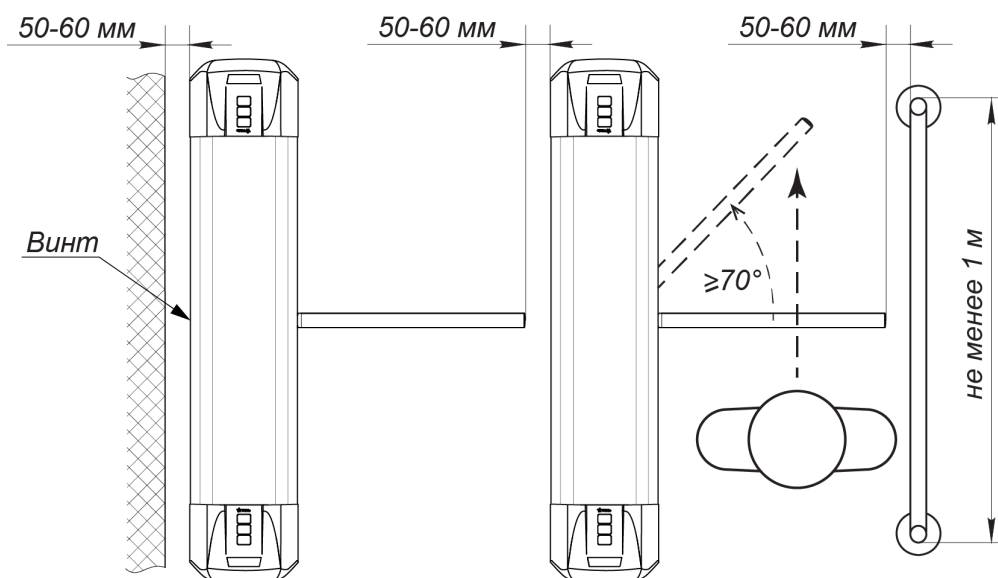

Рисунок 11. Рекомендации по организации зоны прохода
2. Ключом шестигранным SW2,5 через отверстие в задней стенке турникета выверните до упора винт установочный (13), фиксирующий крышку (3) (см. рис. 11).
3. Аккуратно поднимите крышку (3) вверх за заднюю кромку и, поворачивая в направлении планок преграждающих, снимите ее со стойки; при снятии крышки будьте аккуратны, не повредите контроллер, расположенный под ней.
При проходе через турникет, в случае работы турникета под управлением контроллера СКУД, для регистрации события прохода необходимо осуществить поворот преграждающих планок на угол не менее 70°. Для обеспечения такого угла поворота, при организации зоны прохода следуйте рекомендациям, приведенным на рис. 11.
При установке турникета необходимо оставлять зазор не менее 50 мм между задней стенкой турникета и стеной для обеспечения доступа к установочному винту (13), фиксирующему крышку (см. рис. 11).